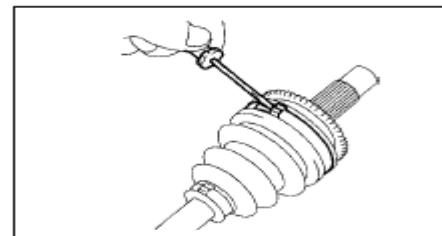

Рис. 133
**22. Снимите левый большой хомут пыльника внешнего ШРУСа с помощью отвертки.**(рис. 133)